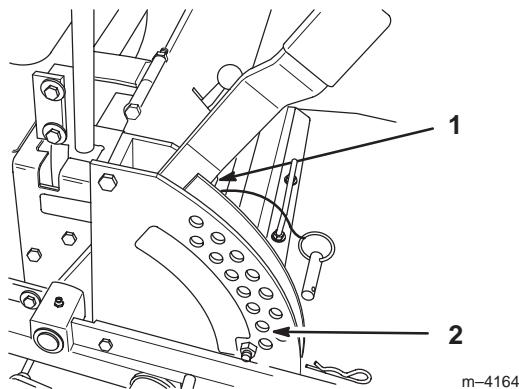

Figure 58
4. Relevez le plateau de coupe en position de transport et détendez les deux grands ressorts de levage du plateau en desserrant l'écrou situé devant chaque ressort (Fig. 58).
- Placez 2 cales épaisses (38 mm) sous les bords inférieurs arrière gauche et droit de la tondeuse. Placez 1 cale (57 mm) sous le bord inférieur central avant de la tondeuse. Sélectionnez la hauteur de coupe de 51 mm (Fig. 58).
- Déplacez le levier de relevage du plateau de coupe à la position de transport (Fig. 58).